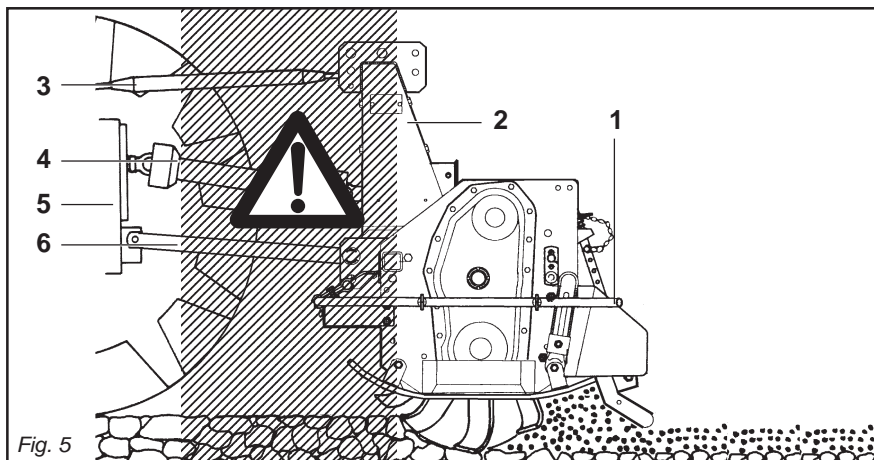

Fig. 5
- 25) È assolutamente vietato interpersi tra il trattore e la macchina (Fig. 5) con motore acceso e cardano inserito nonché senza aver azionato il freno di stazionamento. Mantenersi ad una distanza di sicurezza dalla macchina in lavoro, per possibili lanci di corpi contundenti.
- 29) È assolutamente vietato interpersi fra il trattore e l'attacco della macchina per manovrare il comando dall'esterno per il sollevamento (Fig. 5).
- 25) *It is absolutely forbidden to stand between the tractor and the machine (Fig. 5) when the engine is running and the cardan shaft is engaged without having first engaged the hand brake. Keep a safe distance from the shredder at work to avoid being hit by possible flying stones, etc.*
- 29) *It is absolutely forbidden to stand between the tractor and the implement when manoeuvring the lift control from the outside (Fig. 5).*
- 25) Il est absolument interdit de se mettre entre le tracteur et l'appareil (Fig. 5) quand le moteur est en marche et le cardan enclenché, sans avoir tiré le frein de stationnement. Se tenir à une distance de sécurité du machine en fonctionnement, à cause du lancement possible d'objets contondants.
- 29) Il est absolument interdit de se mettre entre le tracteur et l'attelage pour manoeuvrer la commande de relevage de l'extérieur (Fig. 5).
- 25) *Es ist absolut verboten, bei laufendem Motor und eingeschalteter Gelenkwelle zwischen den Schlepper und das Gerät zu treten (Abb. 5). Dazu muß die Feststellbremse gezogen werden. Achten Sie bei der Arbeit mit der Maschine auf den nötigen Sicherheitsabstand aufgrund der Auswurfgefahr stumpfer Gegenstände.*
- 29) *Es ist absolut verboten, zwischen den Schlepper und den Anschluß zu treten, um die Aushebung von außen zu betätigen (Abb. 5).*
- 25) Está terminantemente prohibido colocarse entre el tractor y el equipo (Fig. 5) con motor encendido y cardán inserido, o sin haber accionado el freno de estacionamiento. Manténgase a una distancia de seguridad de la máquina durante el trabajo, porque puede proyectar objetos.
- 29) Está absolutamente prohibido colocarse entre el tractor y el enganche para maniobrar el mando desde el externo en la fase de elevación (Fig. 5).